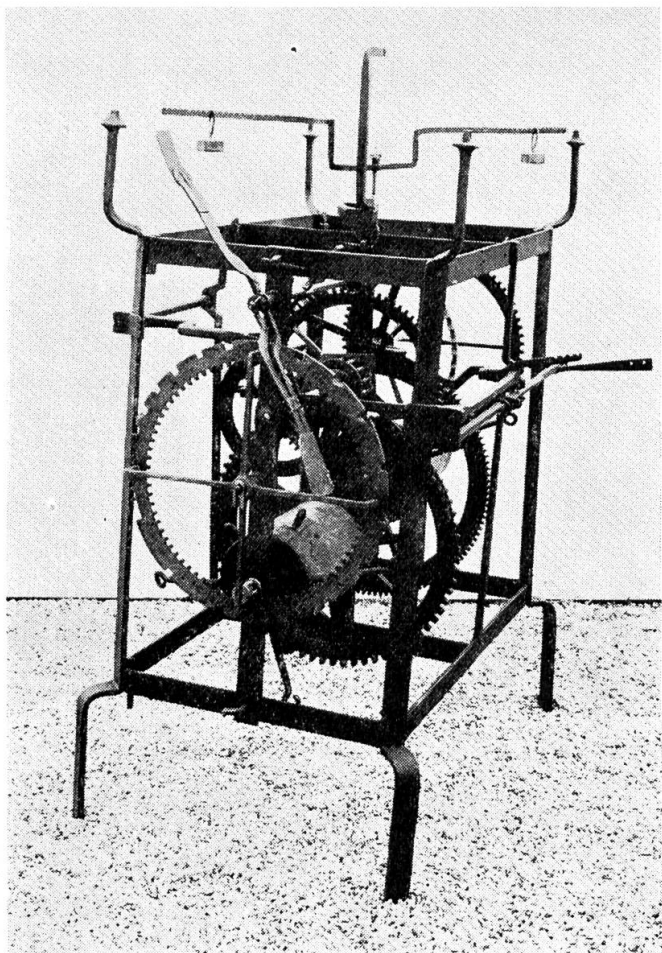
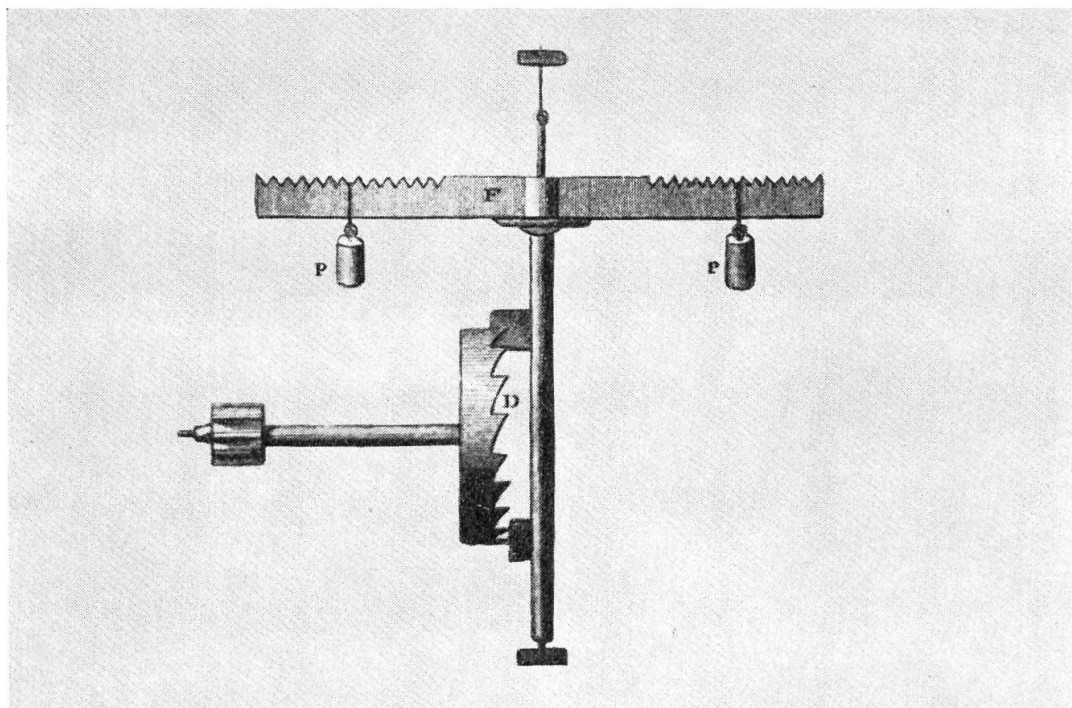

Fig. 3
Fig. 4
Les horloges mécaniques, ce nouveau genre de «garde temps», ne furent tout d'abord que des systèmes fort simples. Tous les rouages sont logés dans un bâti de fer forgé, claveté. Un treuil actionné par un poids entraîne un train de rouage aboutissant soit à l'échappement pour le mouvement des aiguilles (affichage de l'heure), soit à un rouage approprié devant assurer une sonnerie de réveil (alarme) ou de celle des heures (fig. 3). L'échappement (fig. 4) se compose d'un foliot (F), sorte de réglette horizontale sur laquelle sont accrochés des régules (P) (petits poids), que l'on peut déplacer le matin et le soir au lever et coucher du soleil pour figurer les heures temporales alors en usage aussi bien dans les couvents que dans la vie artisanale. Cette réglette fait corps avec un axe vertical (la verge) portant deux palettes en liaison avec la roue d'échappement (D). Celle-ci donne alternativement des impulsions à l'une ou l'autre palette et provoque les oscillations de ce système réglant.